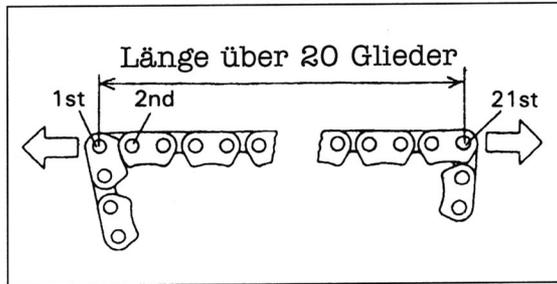

Bild 232
-  Länge der Primärkette über 21 Stifte messen (Bild 232), Verschleissgrenze 193,4 mm.